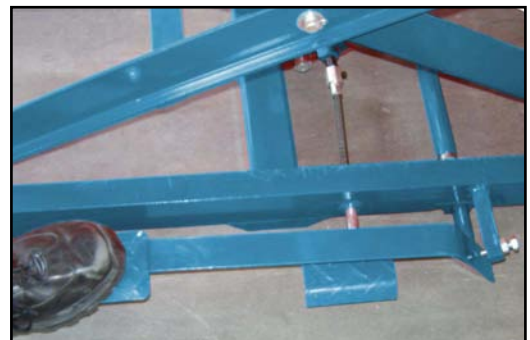

Figura 17 – Pedale di sollevamento.
12. Premete più volte il pedale di sollevamento (11) come mostrato in figura 17, e portate il pianale di carico all'altezza desiderata.